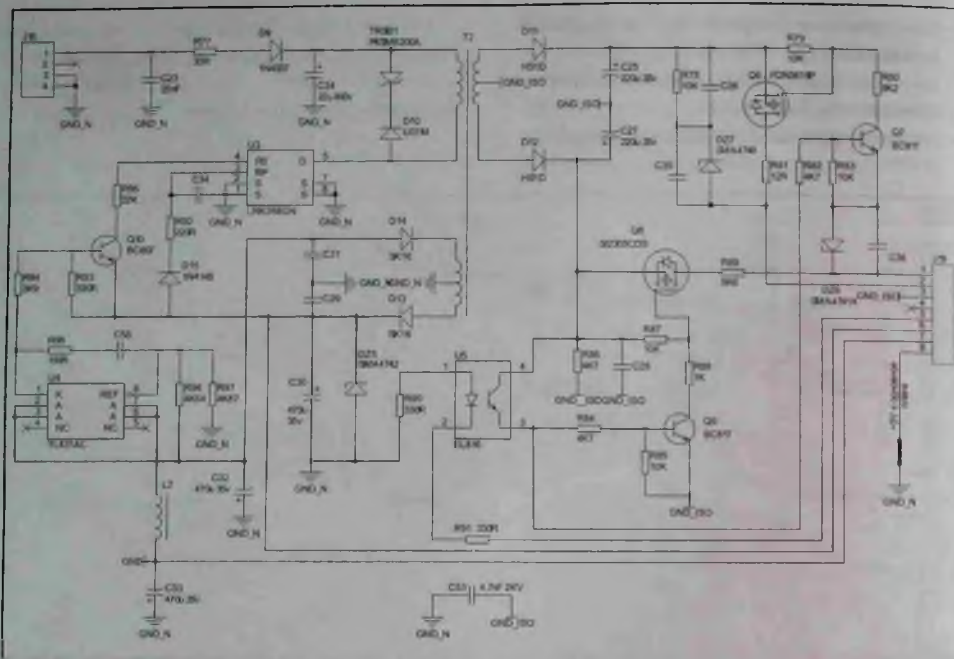

Рис. 6. Принципиальная электрическая схема платы ИП
В состав ИП входят следующие компоненты (рис. 6):
- +5V_ISO (+5(2) В) — U5 Q9 Q8;
- Элементы цепи управления ключами каналов +5V_ISO и +15V_ISO: QD12 (на ЭМ — см. рис. 5), R91, U5 (на ИП — см. рис. 6). Сигнал управления формируется МК U1 (на выв. 33).
- +5(2) В: D12, C27;
- +5(1) В: D14, C33, C32, L2;